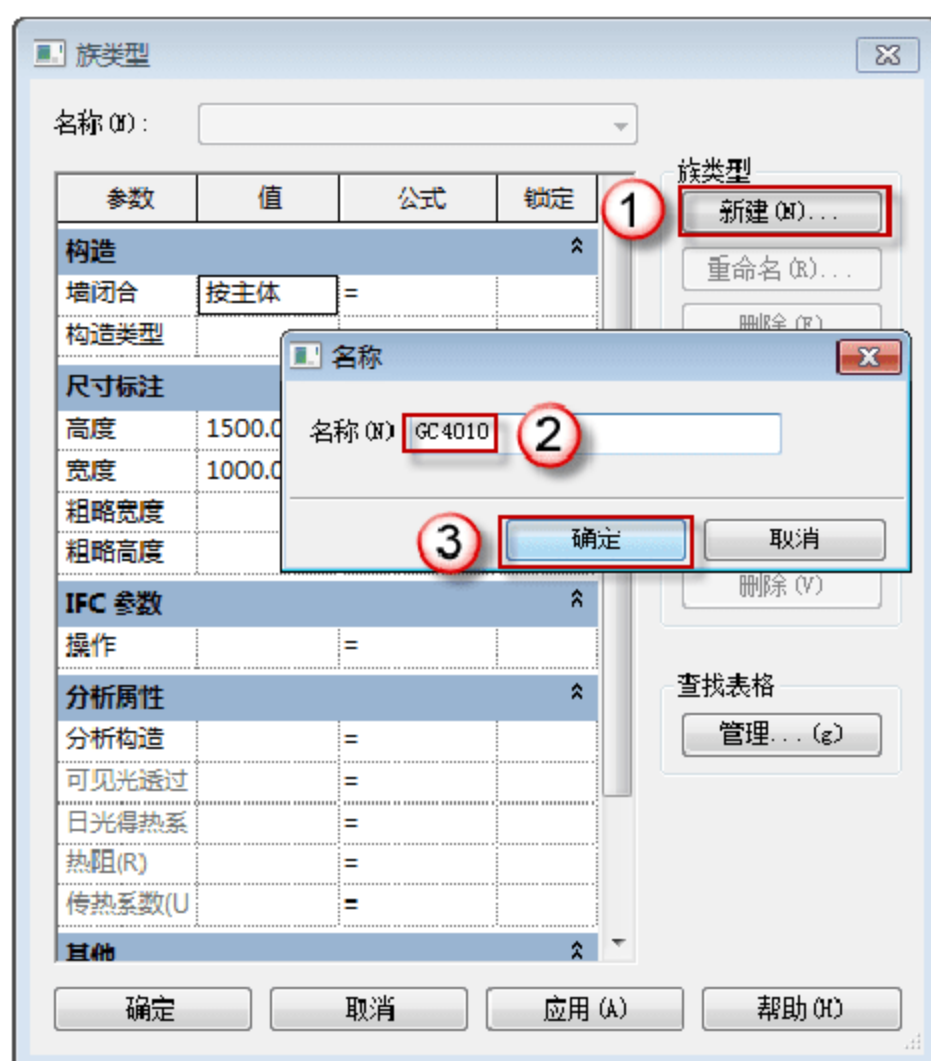

图 7.1.33 创建“GC4010”
(2) 新建族类型。单击“族类型”按钮，在弹出的“族类型”对话框中单击“新建”按钮，弹出“名称”对话框，在“名称”一栏输入“GC4010”字样，单击“确定”按钮，如图 7.1.33 所示。